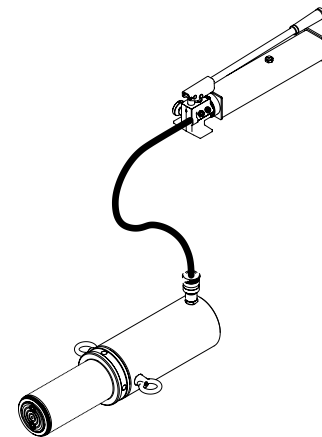

Figura 2: Ilustración de la purga de aire del sistema
1. Coloque la bomba en una posición más elevada que la manguera y el cilindro, como se muestra en la Figura 2.
| Hay una acción irregular. | <ul style="list-style-type: none"> • Hay aire en el sistema o cavitación de la bomba. • Hay una fuga externa en el cilindro. • El cilindro se adhiere o está atascado. | <ul style="list-style-type: none"> • Ventile el sistema (consulte la Figura 2). • Comuníquese con el centro de servicio. • Comuníquese con el centro de servicio. |
| El cilindro tiene un funcionamiento deficiente. | <ul style="list-style-type: none"> • El nivel de aceite de la bomba está bajo. • Hay aire atrapado en el sistema. | <ul style="list-style-type: none"> • Asegúrese de que el nivel de aceite sea el adecuado. • Ventile el sistema (consulte la Figura 2). |